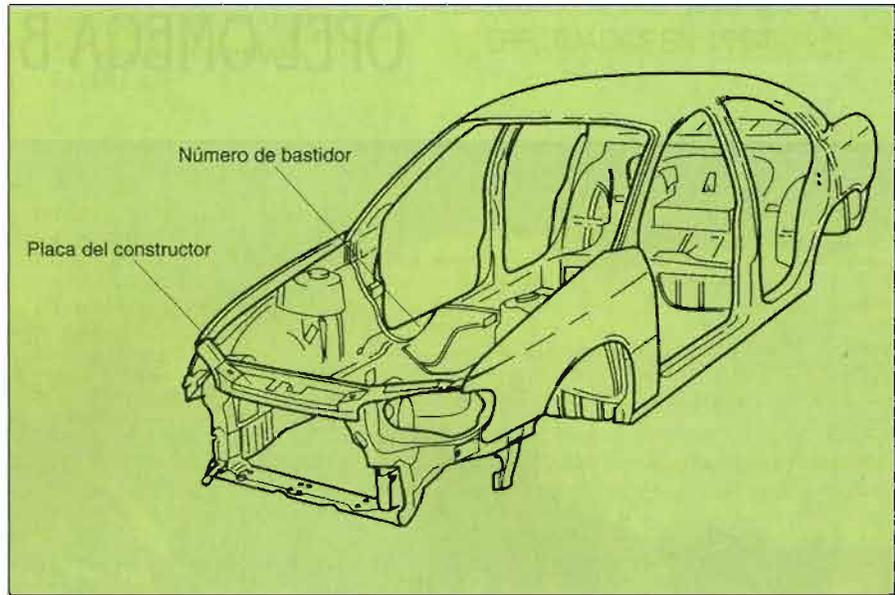

Figura 1. Situación de las placas de identificación del vehículo
La situación de estas placas se refleja en la figura 1.
- **El número de bastidor** se encuentra troquelado en el piso, junto al asiento delantero derecho, oculto por una tapa (figura 1).
- **La placa del constructor** se encuentra situada en la parte superior del frente del vehículo, bajo el capó delantero (figura 1).